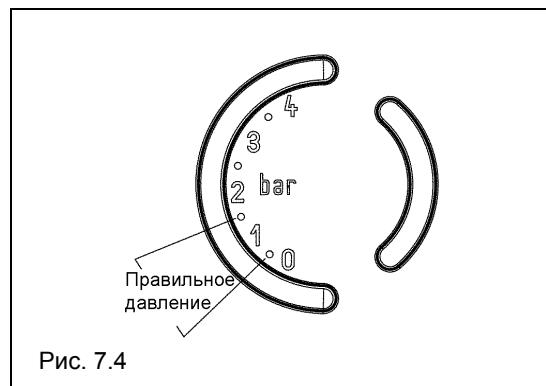

Рис. 7.4
- откройте на два-три оборота крышку на автovоздушнике (A);
- откройте кран подпитки так, чтобы отображаемое на манометре давление дошло до значения приблизительно 1 бар (рис. 7.4).